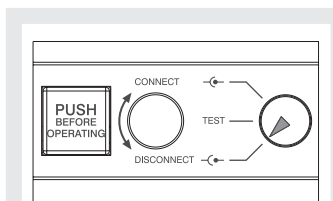

Figure 51
- disjoncteur en position débroché (voir Figure 51)